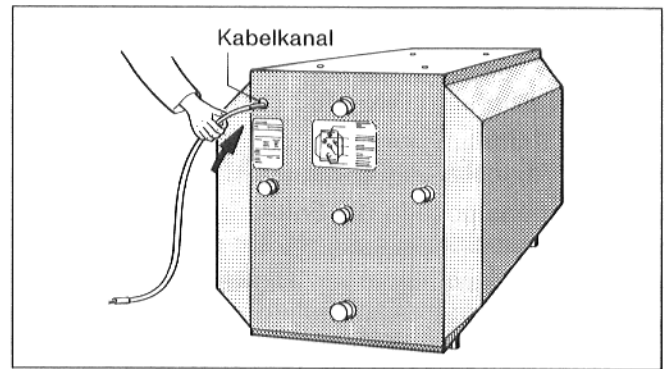

Abb. 6
- Fühler Brauchwassertemperaturregler* von der Speicherrückseite in die Bohrung des Kabelkanals einführen (Abb. 6).